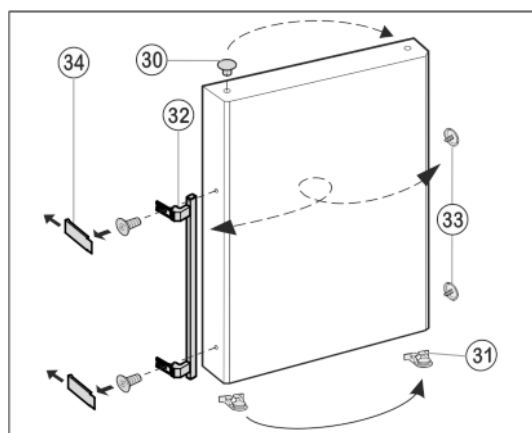

Fig. 12
- ▶ Scoateți dopul Fig. 12 (30) din bucușa suport a ușii și introduceți-l în partea opusă.
- ▶ Demontați mânerul ușii Fig. 12 (32), dopul Fig. 12 (33) și plăcile de presare Fig. 12 (34) și așezați-le pe partea opusă.